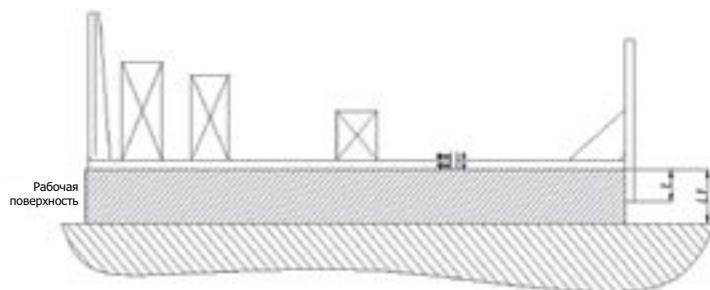

Рисунок 2 - Пример монтажа рамной конструкции на рабочей поверхности. (Внешний вид может отличаться)
4. Подготовить рабочую поверхность для монтажа рамной конструкции. Рабочая поверхность должна позволять расположить на ней рамную конструкцию в собранном виде, при этом части рамы, выходящие за плоскость рабочей поверхности, не должны мешать сборке. Измерить расстояние (L) установочной поверхности рамы с помощью измерительной рулетки. Высота рабочей поверхности (L1) должна быть не менее расстояния (L) установочной поверхности (Рисунок 2).